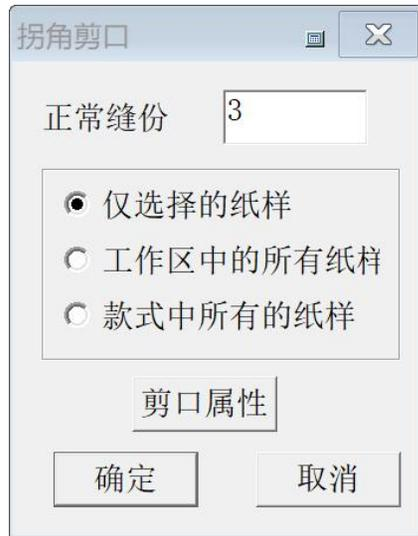

图 39.6
(1) 按 Shift 键把光标切换为拐角光标 ，单击纸样上的拐角点（如图 39.7），弹出【拐角剪口】对话框（如图 39.6）中输入正常缝份量，确定后缝份不等于正常缝份量的拐角处都统一加上拐角剪口。